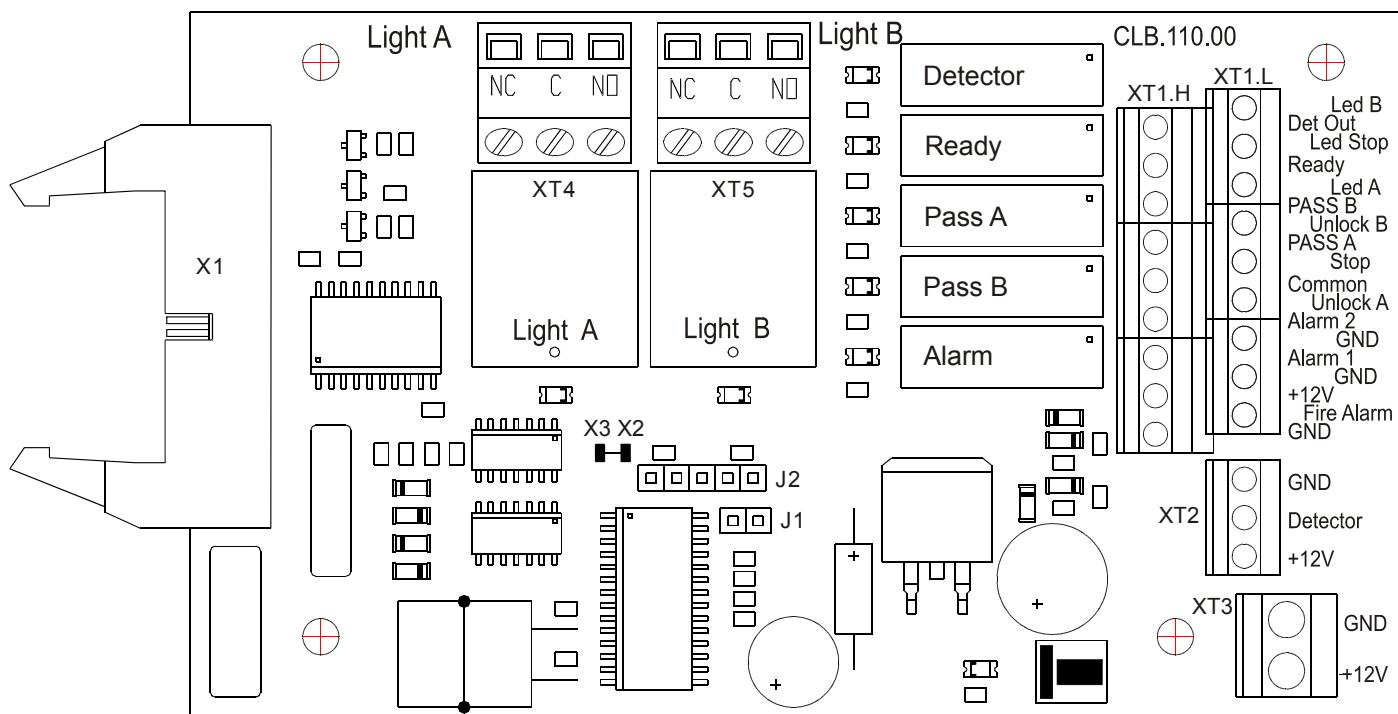
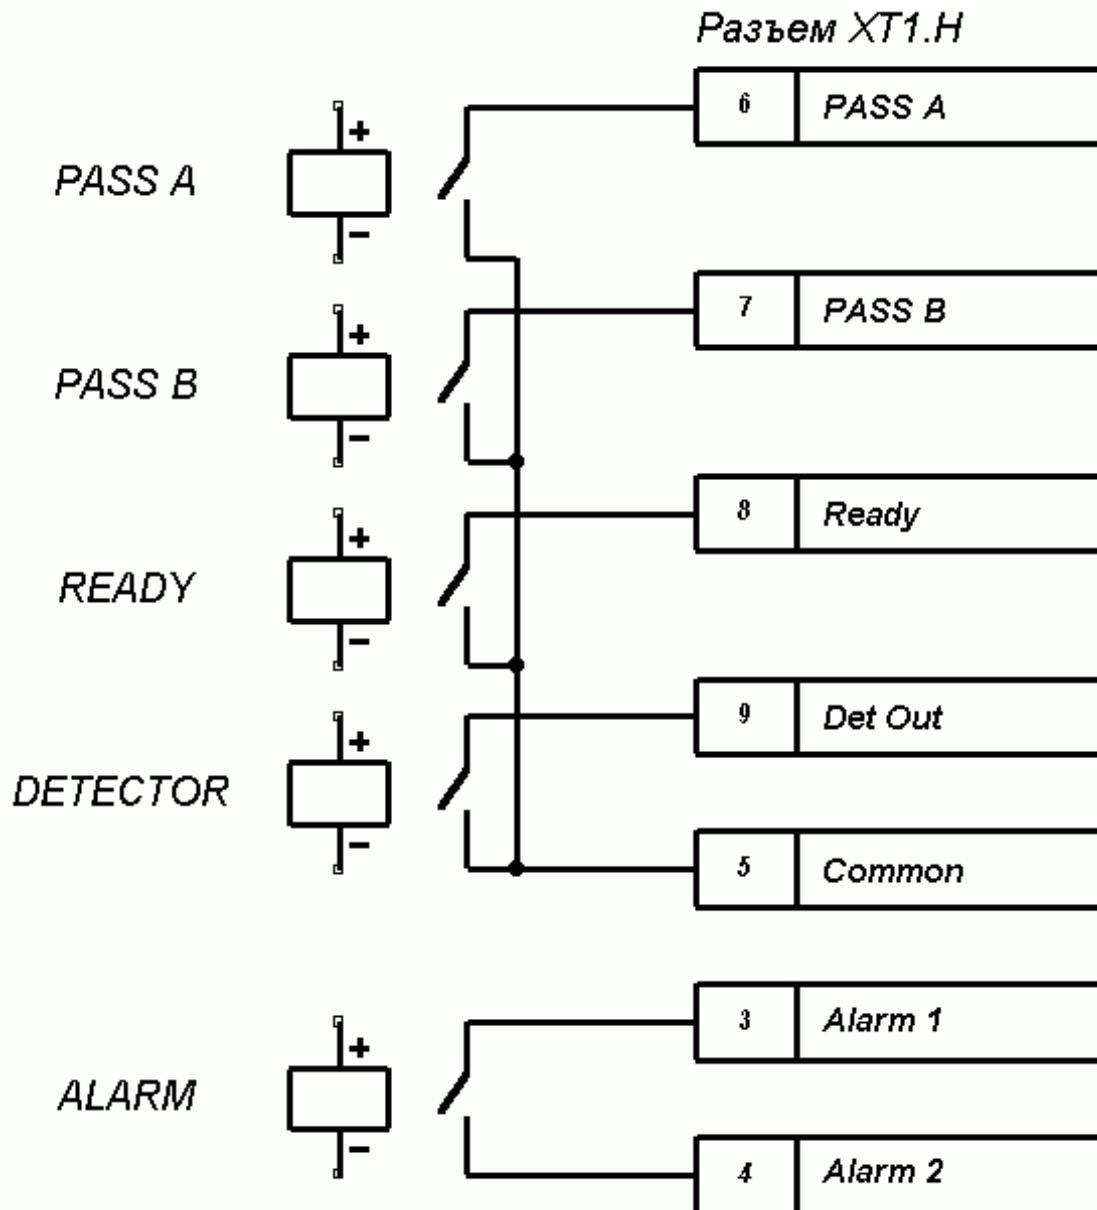

Рисунок 2 - Внешний вид платы CLB
Рисунок 6 – Выходные каскады для PASS A, PASS B, Ready, Det Out и Alarm
Изменить ориентацию пульта управления относительно установки турникета (если по месту установки турникет обращен к оператору не лицевой, а тыльной стороной) можно, поменяв местами провода от пульта управления, подключаемые на контакты Unlock A и Unlock B, а также Led A и Led B соответственно (см. рис. 2 и 3).
5.2.5 На плате CLB (см. рисунок 2) расположены:
5.4.3 Реле PASS A (контакты PASS A и Common), PASS B (контакты PASS B и Common), Ready (контакты Ready и Common), Detector (контакты Det Out и Common) и Alarm (контакты Alarm 1 и Alarm 2) имеют нормально-разомкнутые контакты. При этом общий для этих реле контакт Common не соединён с минусом источника питания турникета. В исходном (неактивном) состоянии при включенном питании контакты реле PASS A, PASS B, Ready и Detector замкнуты (на обмотку реле подано напряжение), а контакты реле Alarm разомкнуты (напряжение на обмотку реле не подано). Факт срабатывания/отпускания реле PASS A, PASS B, Ready, Detector и Alarm можно определить по загоранию/гашению красных индикаторов, которые установлены вблизи указанных реле (см. рисунок 2). Выходные каскады для PASS A, PASS B, Ready, Det Out и Alarm — контакты реле (см. рисунок 6) со следующими характеристиками сигналов: